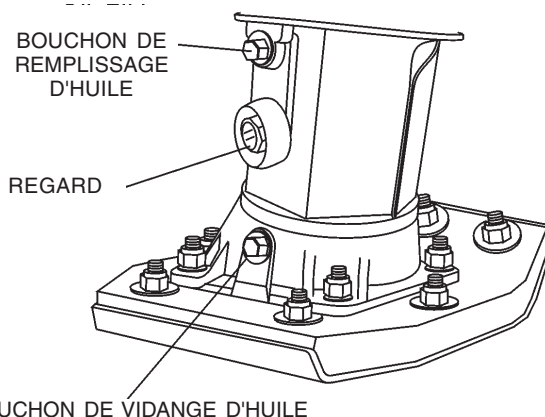

Figure 13. Bouchon de vidange du carter de semelle
- Vidanger le réservoir d'huile du carter de la semelle (figure 13). Remplir d'environ 0,8 L (1,7 pinte) d'huile 10W-30 SE, SF ou de grade supérieur. Le niveau d'huile doit apparaître au milieu du regard. L'huile de rodage doit être changée après les 50 premières heures de fonctionnement.